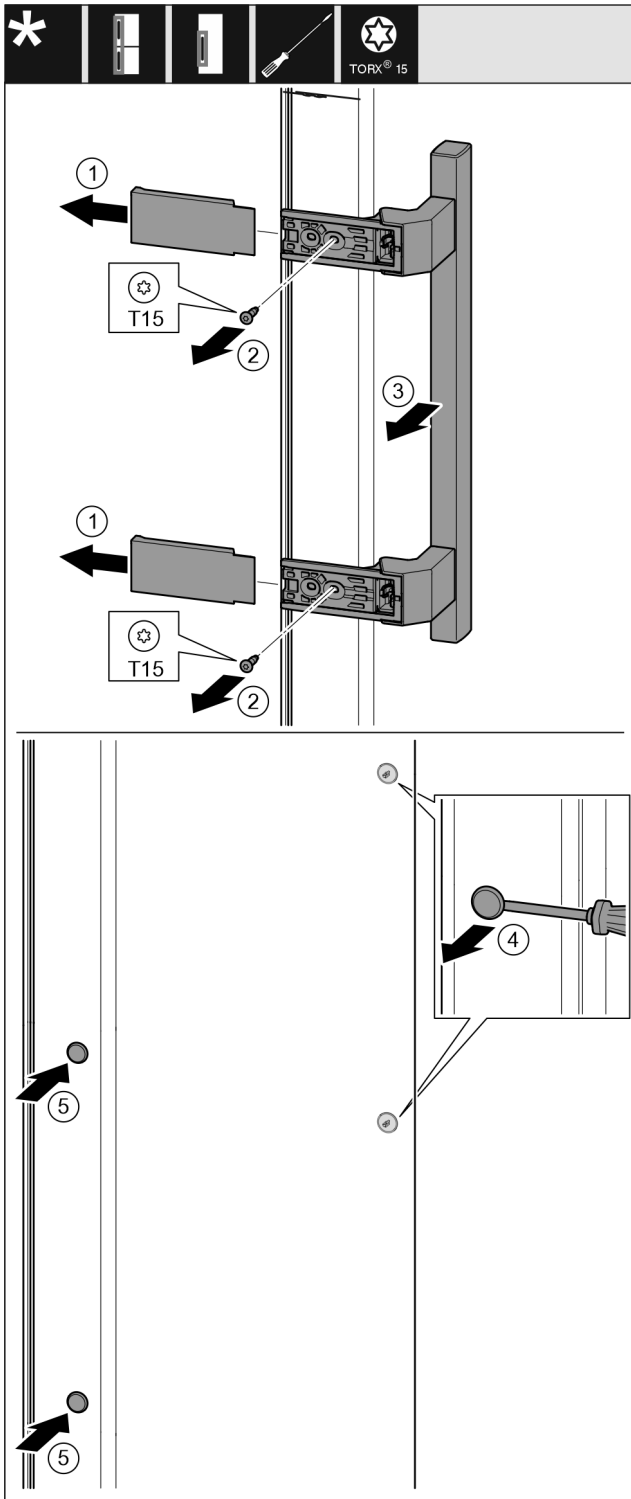

Fig. 17
- ▶ Dra bort skyddet. Fig. 17 (1)
- ▶ Skruva ut skruvarna med en skruvmejsel T15. Fig. 17 (2)
- ▶ Ta bort handtaget. Fig. 17 (3)
- ▶ Bänd försiktigt upp pluggarna på sidan med en spårskruvmejsel och dra ut dem. Fig. 17 (4)
- ▶ Sätt in pluggarna på andra sidan igen. Fig. 17 (5)